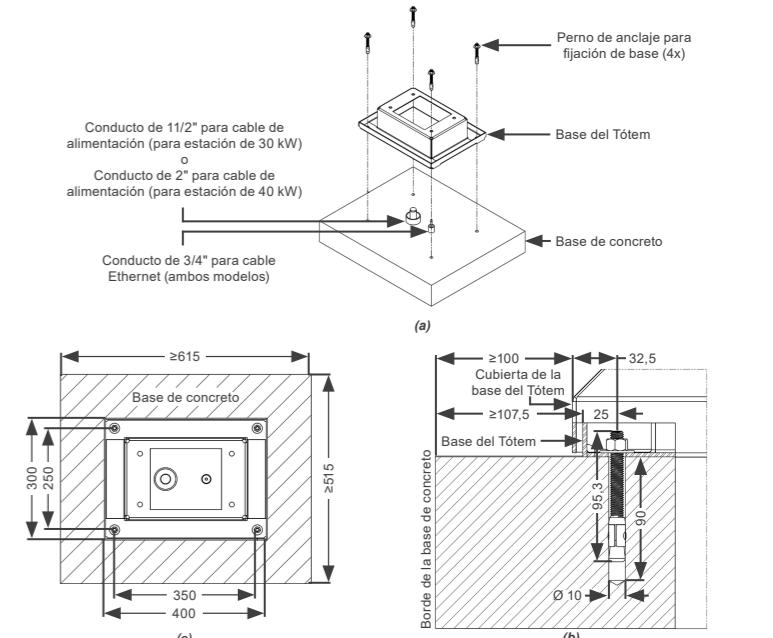

Figura 4.6: (a), (b) y (c) Dimensiones de la base de fijación del totem - mm
La base del tótem debe anclarse a la base de concreto utilizando cuatro (04) pernos de anclaje de 3/8", suministrados con el producto, perforados o fundidos según las distancias indicadas en la Figura 4.6.